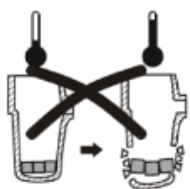

Рис. 4
- ложка опоки ⑤ ручкой ⑥ с учетом положения носика тигля. На рис. 4 показана маркировка положения ложки для основных размеров опок;
- ограничителя каретки ручкой ③. Пододвиньте каретку, чтобы носик тигля немного входил в конус опоки, зафиксируйте ручку ③.
- Отбалансируйте карусель с помощью противовеса ① револьверного типа с 8 положениями. Выбирается по таблице с учетом массы опоки и металла.